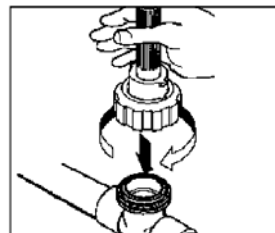

图 25
7. 将 pH 探测器重新安装到流量装置中，关闭采样阀并打开隔离阀（参看图 25）。重要事项：在继续下一步之前，请等待 2 分钟！